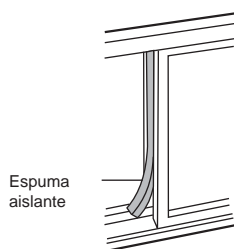

Imagen 15
5. Corte la espuma aislante en la longitud correcta y selle el espacio entre la guillotina lateral y la guillotina exterior (imagen 15).